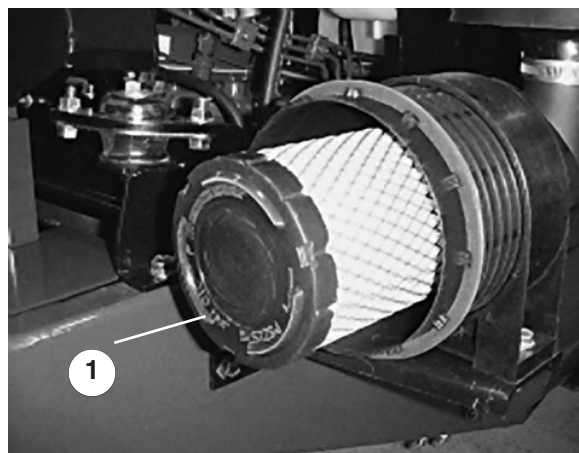

Figure 22
2. Sortez l'élément primaire (Fig. 22) du corps du filtre avec précaution pour ne pas déloger trop de poussière. Evitez de cogner l'élément contre les parois du filtre.